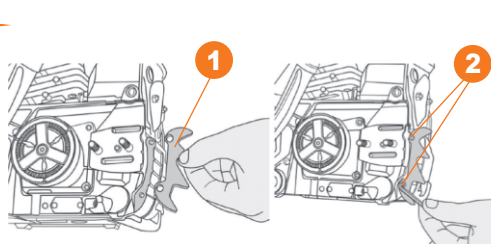

Рис. 3
- Установите зубчатый упор **1** на установочную площадку и закрепите его винтами **2** из комплекта поставки (Рис. 3).